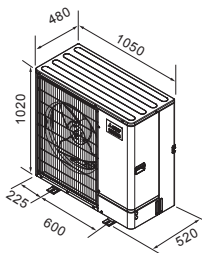

Fig. 2-1
2.2. Utvendige mål (utendørsenhet) (Fig. 2-1)